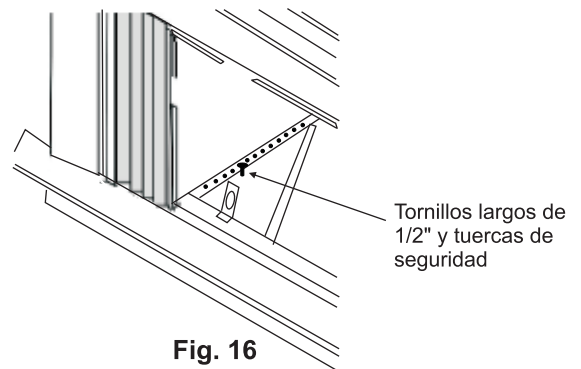

Fig. 16
3. Instale los soportes de sujeción (con soportes de ángulo de umbral colocados) en el orificio correcto en la parte inferior del gabinete como se muestra en la Fig. 16.